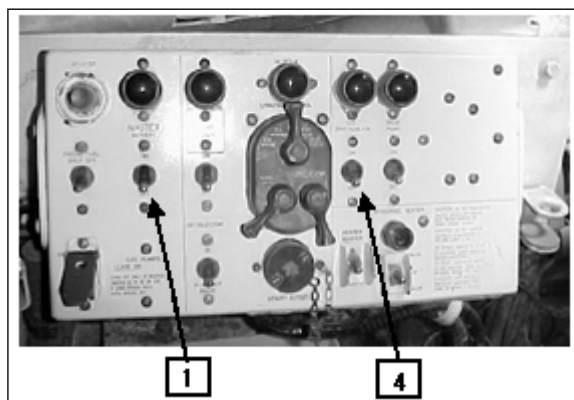

Fig 8-52. Painel principal do motorista
a. Operação (Fig 8-52 a 8-54)
- (1) Ligar a chave geral de baterias (1)
- (2) Colocar e ajustar a máscara de proteção M25 A1.
- (3) Levantar o grampo(2) da abertura de entrada de ar do pré-limpador e prendedor da unidade de filtro.
- (4) Ligar a tecla da unidade de filtro QBN(4).